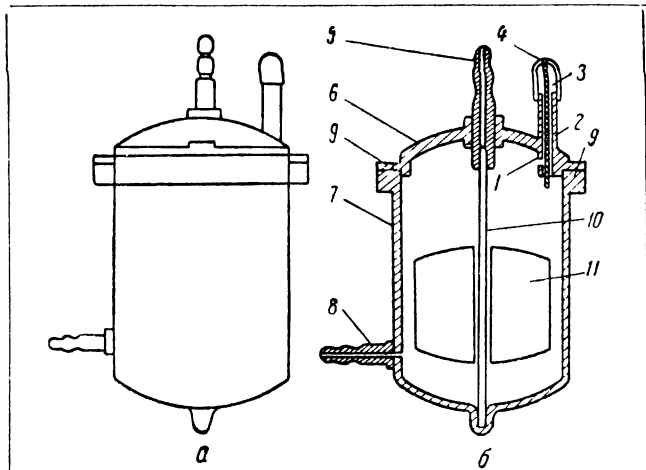

Рис. 1. Общий вид (а) и разрез (б) дозатора:
2. Разбирается шток, на конце нарезается пять ниток резьбы МЗ, вырезаются две резиновые шайбы (желательно из химически устойчивой резины), одна из которых пропускается под кулачок штока, а вторая после сборки надевается на конец штока путем навинчивания гайки (рис. 1 и 2).